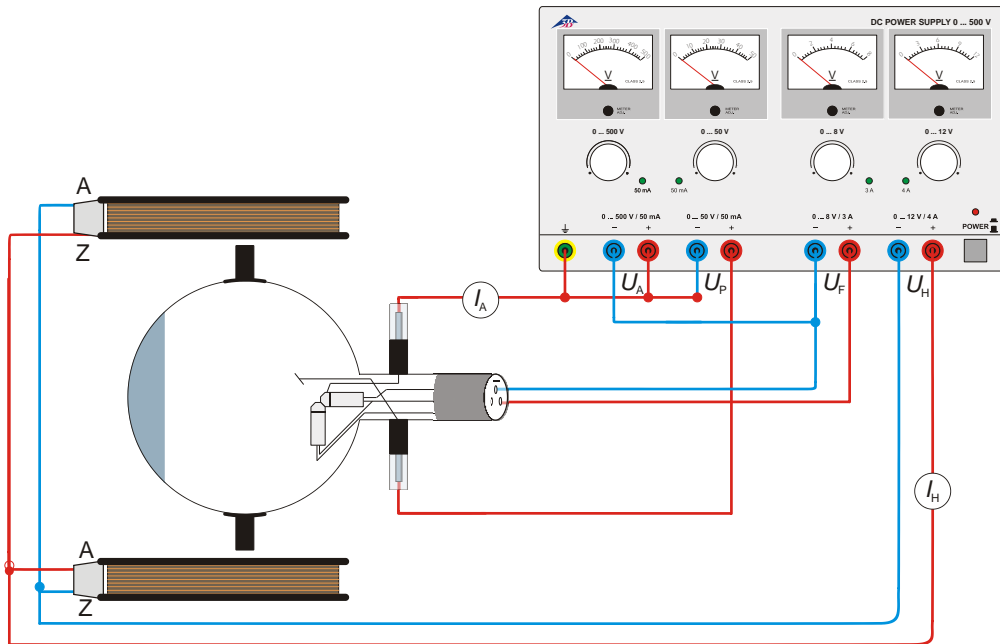

Fig. 5 Bestimmung von  $e/m$  mittels der senkrechten Elektronenkanone
- Beschaltung der Röhre gemäß Fig. 5 vornehmen.